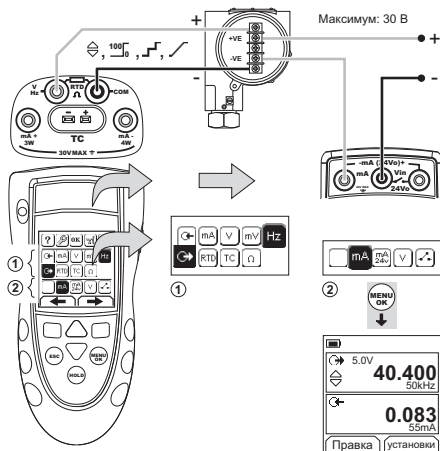

**Рисунок 9: Пример конфигурации - Для измерения/имитации значений температуры (°C/°F) или мВ TC**
Подсоедините провода ТС к соответствующему разъему ТС (Рисунок 9). Более широкий лепесток является отрицательным контактом. Затем подключите разъем к прибору.
1. Подключите прибор (Рисунок 9) и, при необходимости, отрегулируйте Настройка (Таблица 1).